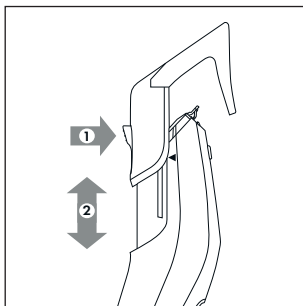
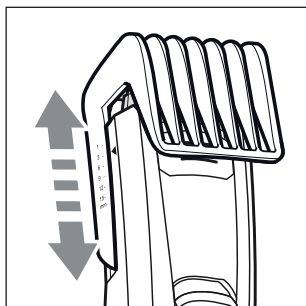

Fig. 3
Fig. 4
- ◆ Premere il pulsante situato sul lato posteriore dell'inserto pettine **10/11** e fare scorrere l'inserto pettine **10/11** verso l'alto o verso il basso (vedere fig. 3). In questo modo si regola la lunghezza di taglio desiderata (vedere anche il capitolo **Taglio dei capelli**).
- 3) Regolare la lunghezza di taglio nell'inserto pettine **10/11** in funzione della lunghezza di taglio desiderata. Per farlo premere il pulsante situato sul lato posteriore dell'inserto pettine **10/11** e fare scorrere l'inserto pettine **10/11** verso l'alto o verso il basso (vedere fig. 3). Le lunghezze di taglio si possono vedere dai segni sul lato dell'inserto pettine **10/11** (vedere fig. 4). Iniziare dapprima con una lunghezza di taglio maggiore e durante il taglio utilizzare gradualmente lunghezze di taglio minori.
- ◆ Regolare la lunghezza di taglio nell'inserto pettine **10/11** in funzione della lunghezza di taglio desiderata. Per farlo premere il pulsante situato sul lato posteriore dell'inserto pettine **10/11** e fare scorrere l'inserto pettine **10/11** verso l'alto o verso il basso (vedere fig. 3). Le lunghezze di taglio si possono vedere dai segni sul lato dell'inserto pettine **10/11** (vedere fig. 4). A questo punto accorciare la barba gradualmente.